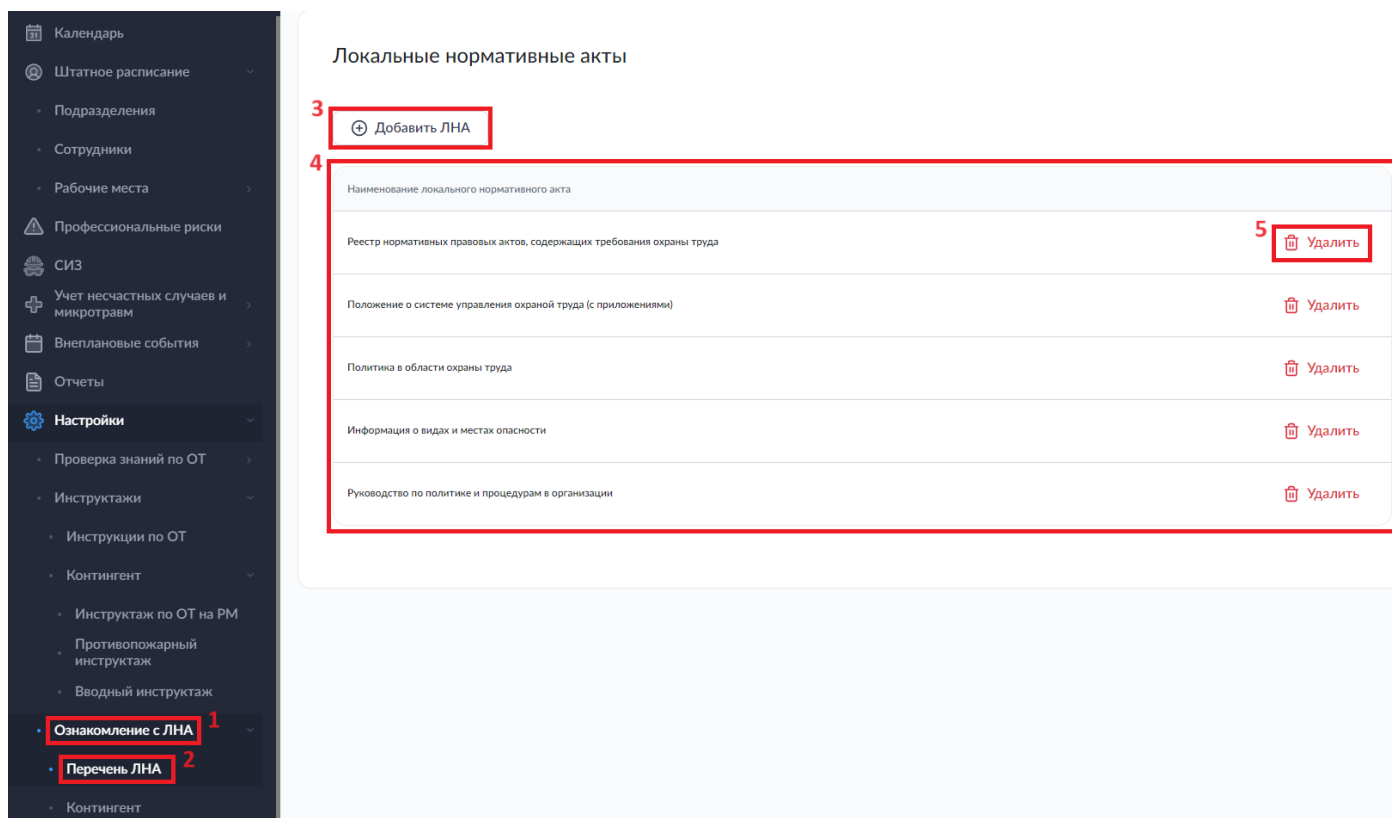

Рисунок 74. Раздел «Настройки». Подраздел «Ознакомление с ЛНА. Перечень ЛНА».
- Информация о локальных и других нормативных актов в области охраны труда вносится в подразделе «Перечень ЛНА» (2) раздела (1) «Ознакомление с ЛНА» настроек (рис. 74).
- Чтобы внести в систему информацию о ЛНА необходимо нажать на кнопку «Добавить ЛНА» (3), ввести его наименование в всплывающем окне и нажать на кнопку «Сохранить», после чего инструкция отобразится в таблице (4). Удалить ЛНА можно по кнопке 5.